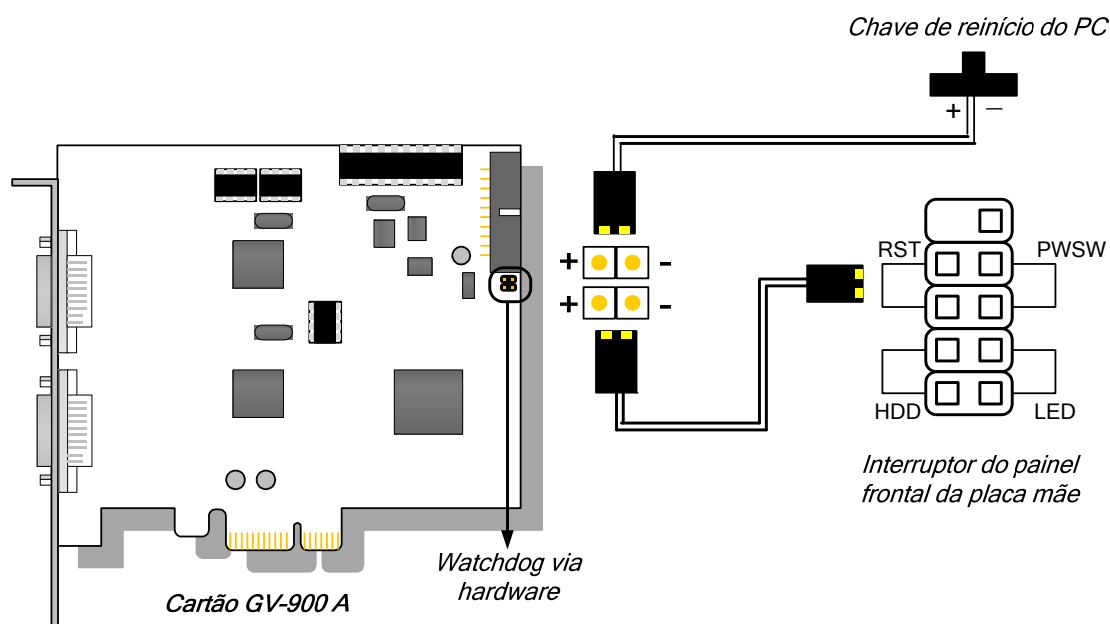

Figura 1-24
- Conecte o fio de ligação direta Watchdog via hardware fornecido (Figura 1-24).
Conexão de Watchdog de Hardware: Conecte o fio de ligação direta Watchdog de hardware à Placa Principal apenas (Figura 1-24).